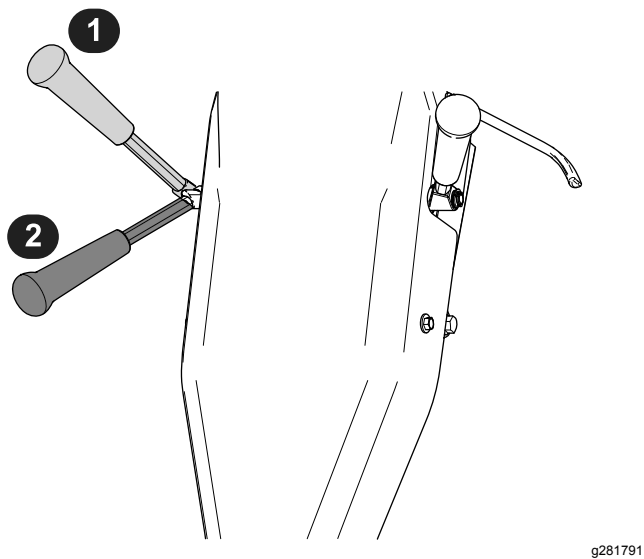

图 14
- **接合牵引驱动装置** 将牵引杆向下移至已接合位置 图 14。
- **分离牵引驱动装置** 将牵引杆向上移至已分离位置 图 14。